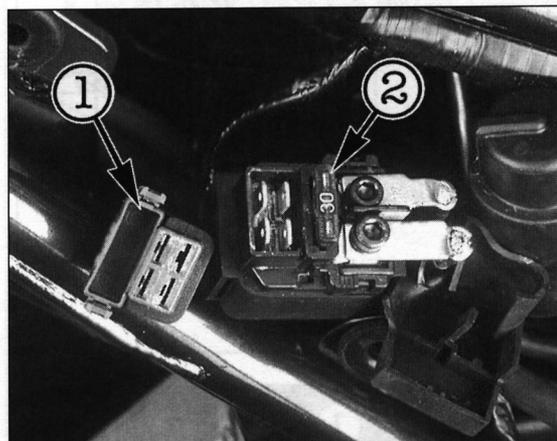

Bild 90
- Stecker ① Bild 90 abziehen und Sicherung ② mit Spitzzange herausziehen.